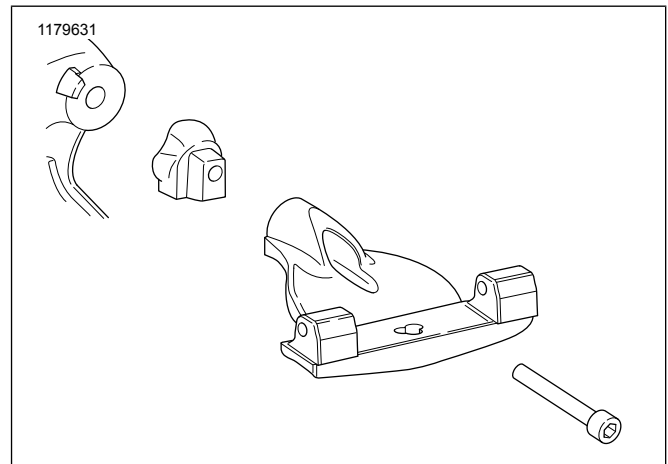
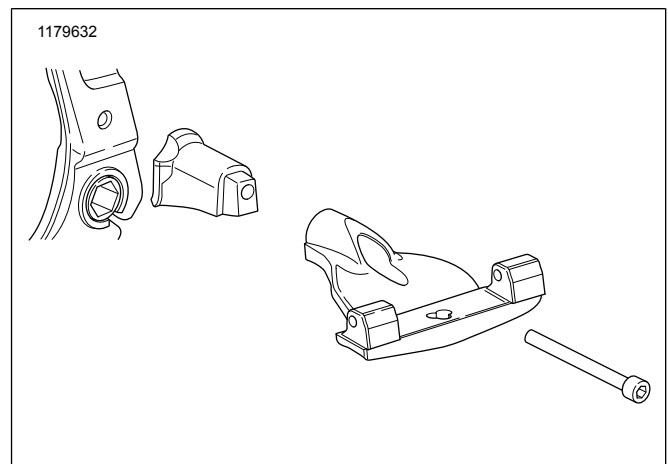

Figura 1. Instalação do lado direito: FXBR/S, FXBB, FLFB/S, FLSL, FXLR
Figura 2. Instalação do lado direito: FL5B, FLHC, FLDE
2. Para modelos FXBR/S, FXBB, FLFB/S, FLSL e FXLR, veja Figura 1. Para modelos FL5B, FLHC e FLDE, veja Figura 2. Posicione o suporte do estribo. Aplique Loctite 243 Threadlocker no parafuso Allen e insira-o pelo conjunto do estribo e do adaptador correto no furo de montagem.